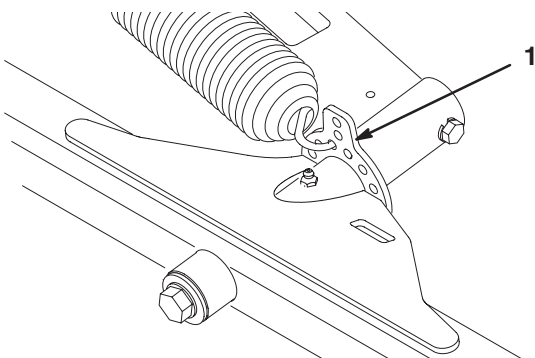

Figure 12
1. Accrochez le ressort dans le troisième trou à partir du haut sur le côté intérieur des pattes de relevage des plateaux de coupe avant et sur la patte de relevage du plateau de coupe arrière (Fig. 12).